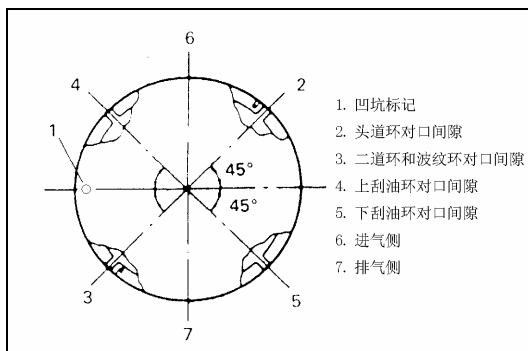

Рис. 4-68.
3). После установки всех трех поршневых колец (первого, второго и маслоудерживающего) отрегулировать положение их разъемов, как показано на Рис. 4-68.